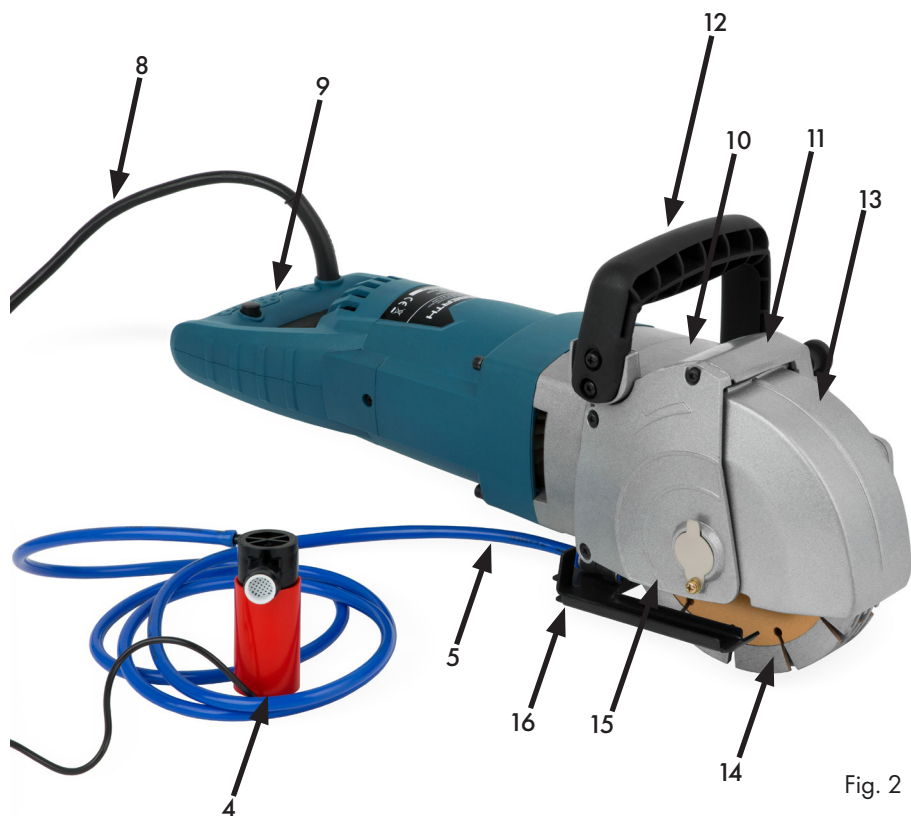

Fig. 2
La figure 2 montre la rainureuse de mur dans son état complet avec le raccordement d'eau monté. Vous trouverez la légende correspondante sur la page suivante.
**Légende Figure 2**